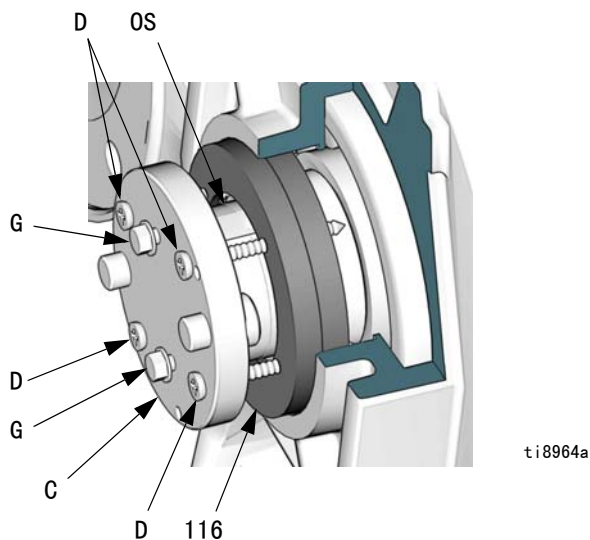

图 25. 卸下输出轴的密封件
7. 将胶带包在输入轴的键槽上面，以防损坏新密封件。给输入轴密封空腔填满零配件号为 107411 的润滑脂。让唇缘朝里装上输入密封件 (109)，直到密封件与齿轮减速器外套的肩部相接触。拿掉胶带。
8. 确保将包括的垫圈放在放油塞 (118) 上，然后将插塞拧入齿轮减速器。用 34 牛·米 (25 英尺-磅) 的力拧紧。
10. 卸下两个输出密封件 (116)，如下：
- a. 请参见图 25。将工具 (C) 放在输出轴 (OS) 上。转动工具 90°。安装并拧紧两个 13 毫米 (0.5 英寸) 螺钉 (G)，以将工具锁定就位。
- b. 将这些供金属板螺钉 (D) 使用的孔作为模板，在密封件 (116) 上钻出 3 毫米 (1/8 英寸) 直径 (最大) 的导向孔。安装金属板螺钉 (D)，使其穿过工具后进入密封件 (116)。
- c. 均匀地拧紧螺钉 (D)，将两个密封件拉出。